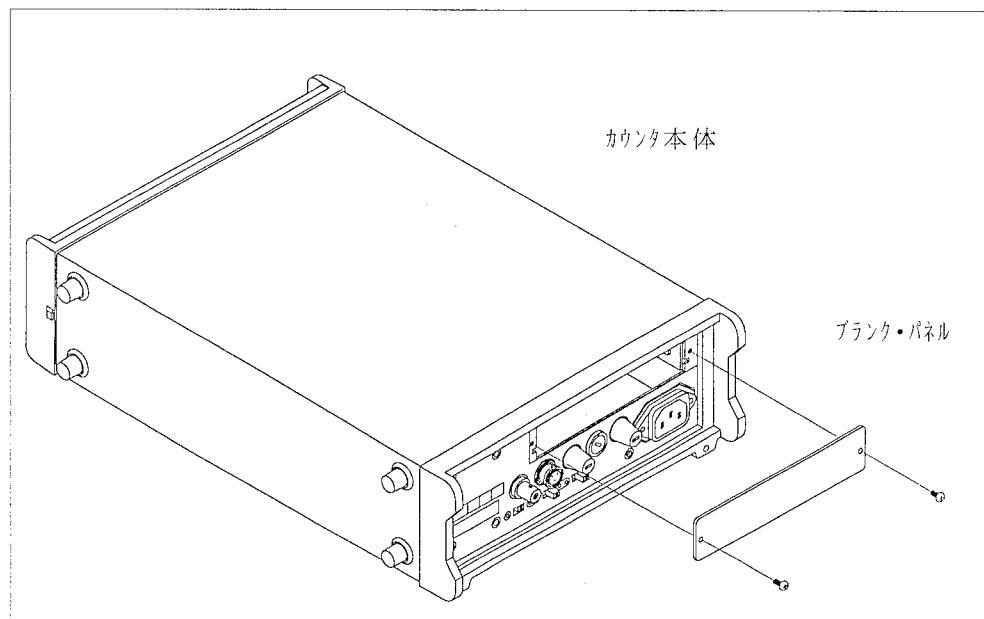

図 9-3 ブランク・パネルの外し方
- ① カウンタ本体のSTBYスイッチを \downarrow に設定し、必ず電源ケーブルを本体から外してください。
- ② カウンタ本体の背面パネルのブランク・パネルを外します。([図9-3]参照)